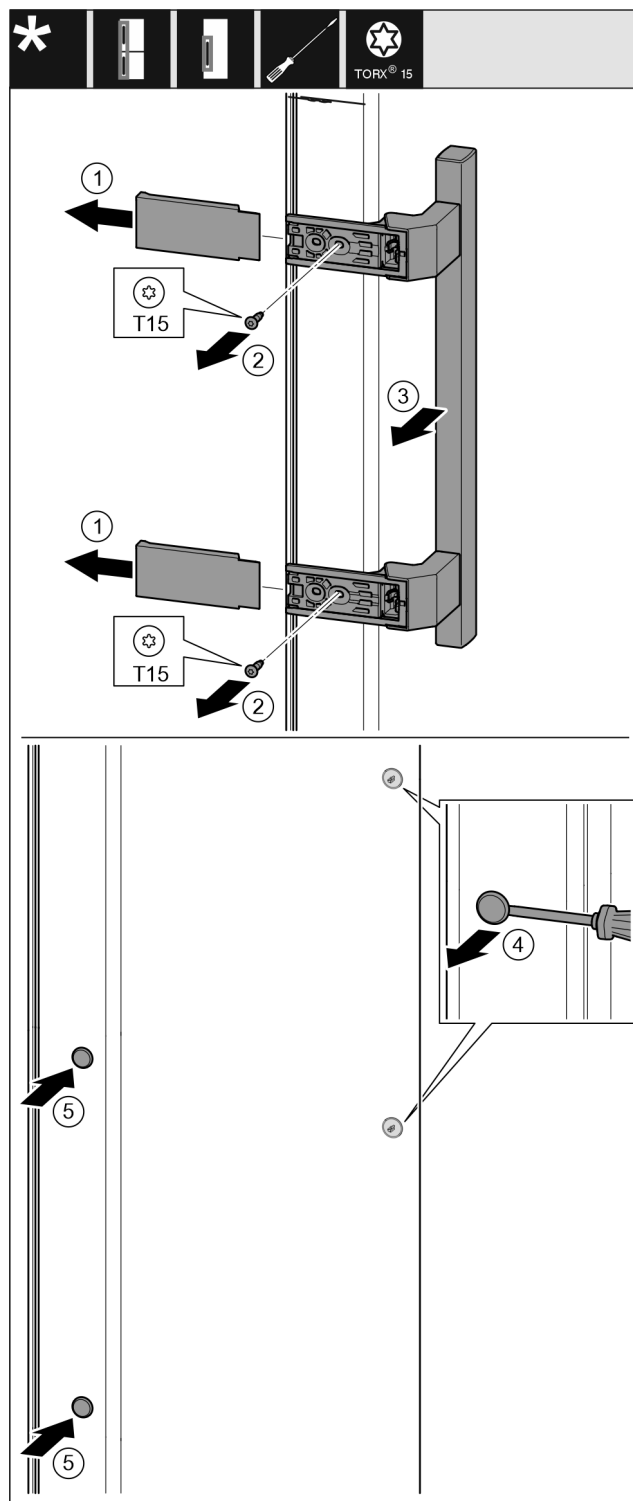

Fig. 17
- Свалете капака. Fig. 17 (1)
- Отвийте винтовете с отвертка Torx 15. Fig. 17 (2)
- Свалете дръжката. Fig. 17 (3)
- С плоска отвертка внимательно повдигнете страничната тапа и я извадете. Fig. 17 (4)
- Отново поставете тапата от другата страна. Fig. 17 (5)